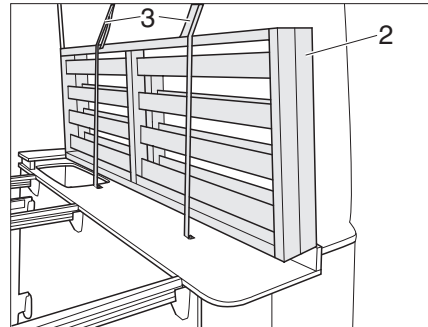

Bild 51 Stuva undan lamellramen
- ▶ Sätt upp lamellramen (Bild 51,2) på fordonets högra sida och lås fast den med remmar (Bild 51,3).